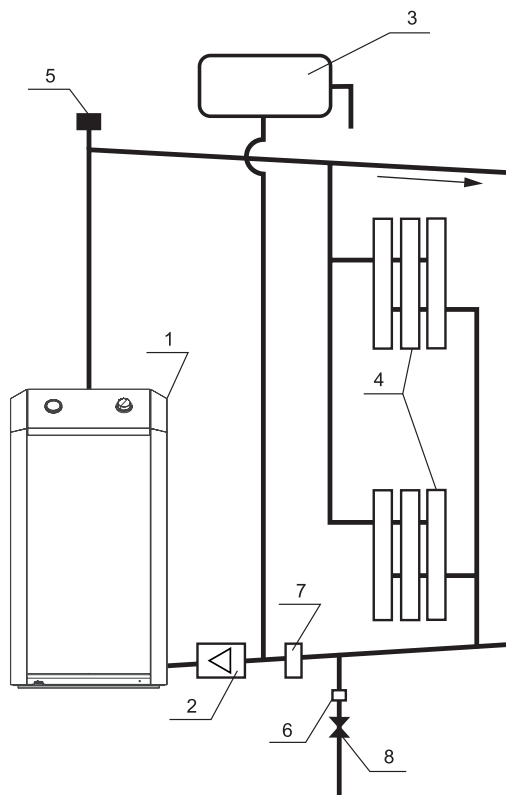

**Рис. 2.**
- 6.7. В открытой системе расширительный бачок устанавливается в верхней точке главного стояка, желательно в отапливаемом помещении. Запрещается устанавливать вентиль на сигнальной трубе (см. рис. 2, 3).